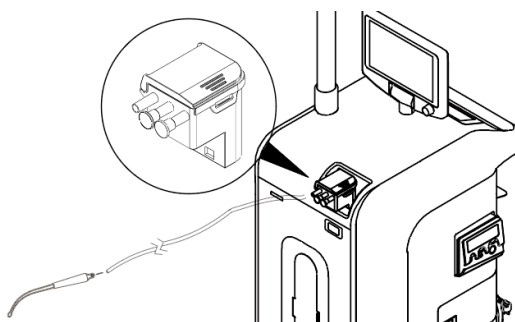

Figura 14 Preparación para la Succión de Fluido
3. Lea el mensaje de ADVERTENCIA en la pantalla de control, toque el botón ACEPTAR para confirmar que lo ha entendido y acceder a los controles de la pantalla. (Figura 14).